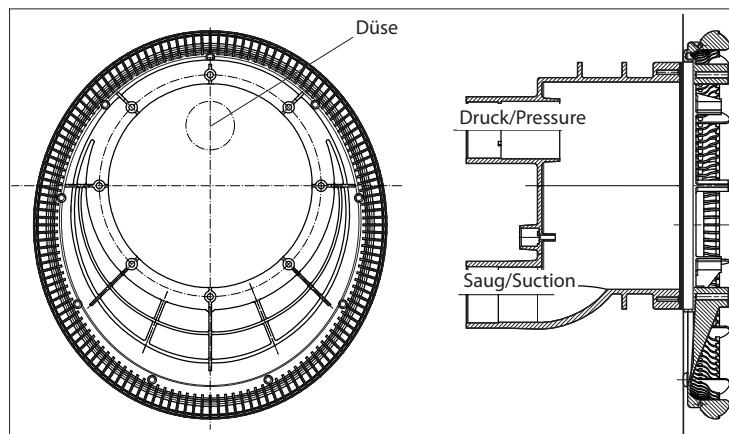

Abb. 10
3. Ansauggehäuse (107) am Spannring aufsetzen. Auf Einbaulage achten. (Abb. 10)
- 4) Das Düsengehäuse (102.1) am Einbaugehäuse (1) ansetzen.
- 5) Pneumatikschläuche und Kabel des Scheinwerfers durch den Schutzschlauch (14) führen und mit Kabelverschraubung (20) abdichten.
- 6) Luftleitung mit Klemme (8) am werkseitig montierten Luftregler (21) befestigen.
- 7) Das kpl. Düsengehäuse (102.1) mit 4 selbstschneidenden Schrauben (95) am Einbaugehäuse (1) befestigen.